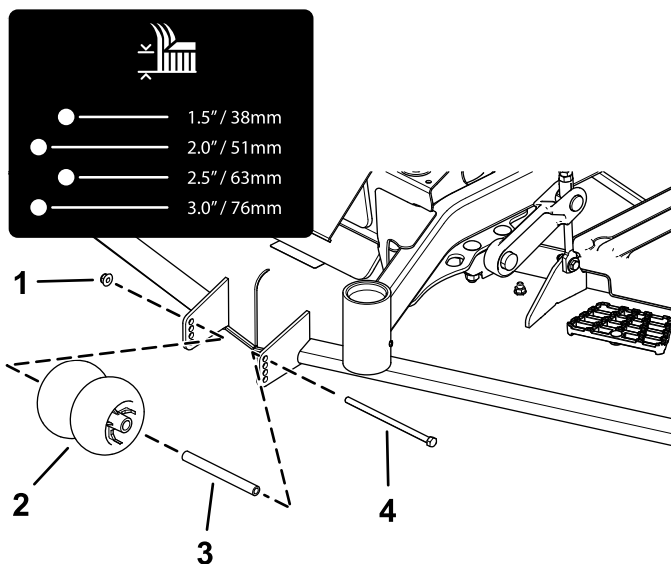
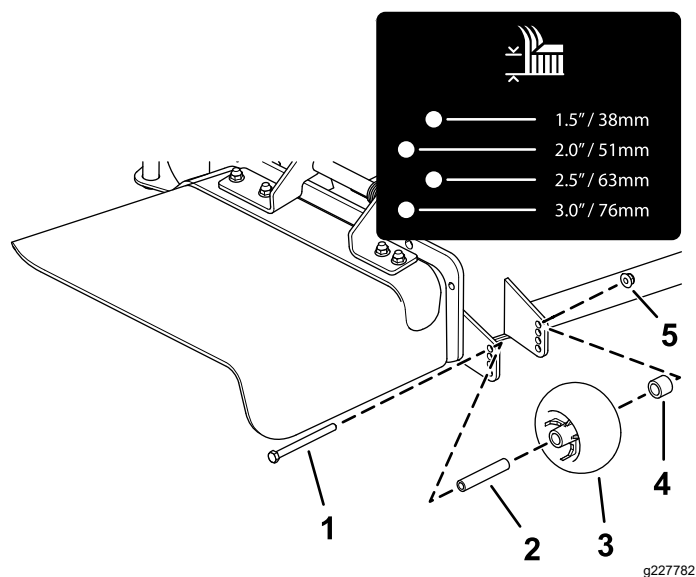
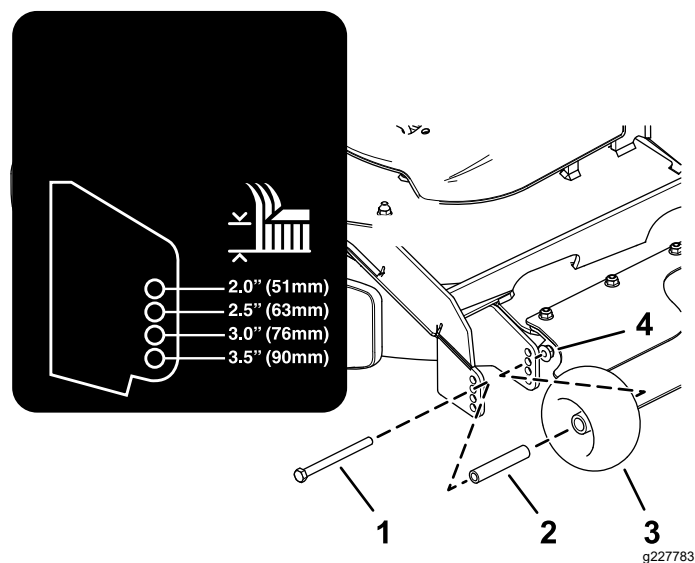
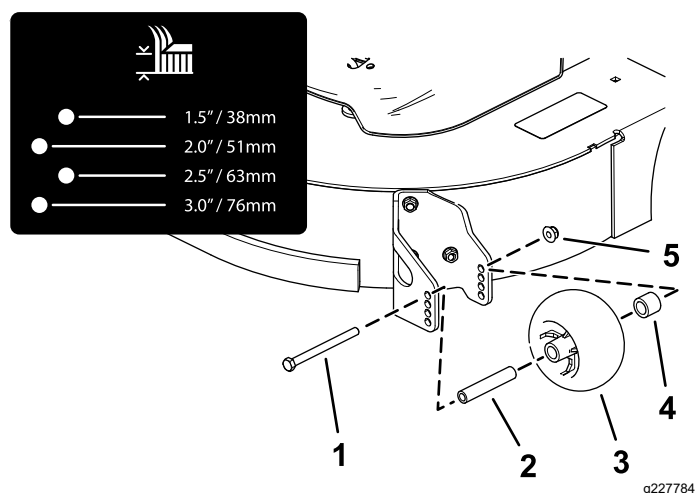

Figura 26
Figura 27
Figura 29
Figura 28
4. Regolate i rulli antistrappo come illustrato in Figura 26, Figura 27, Figura 28 e Figura 29.